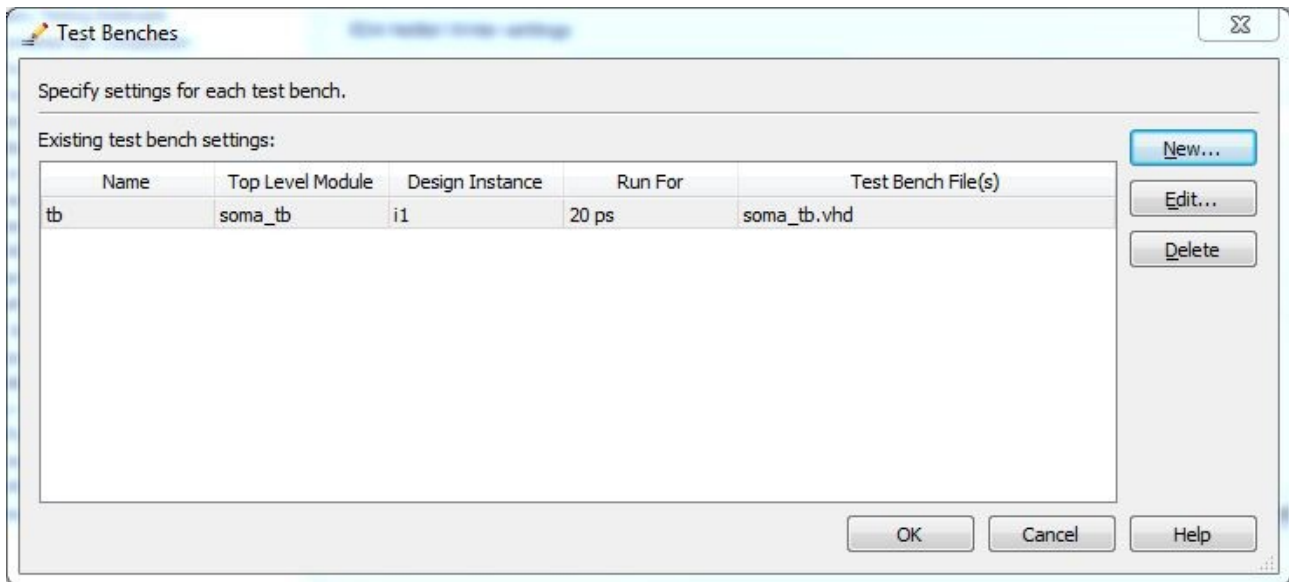

Figura 2. Configurando um test bench.
- Clicar botão **Test Benches**. Uma caixa de diálogo deve aparecer (figura 2).